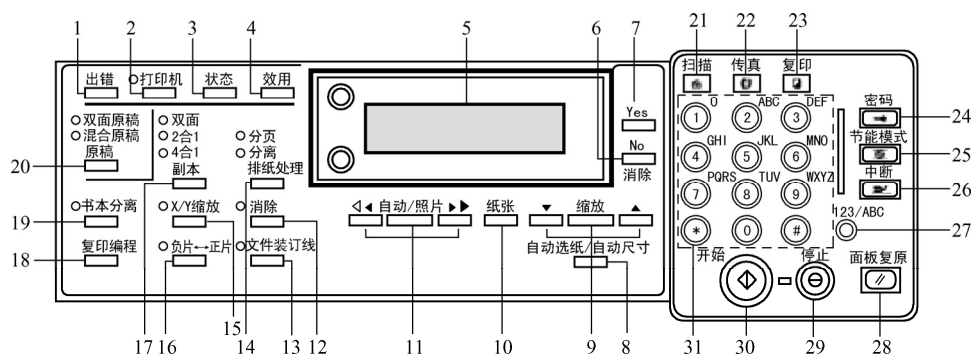

图 4-39 模拟、数码复印原理图
- (1) 认识柯尼卡美能达 DI2011 操作界面（如图 4-39 所示）。